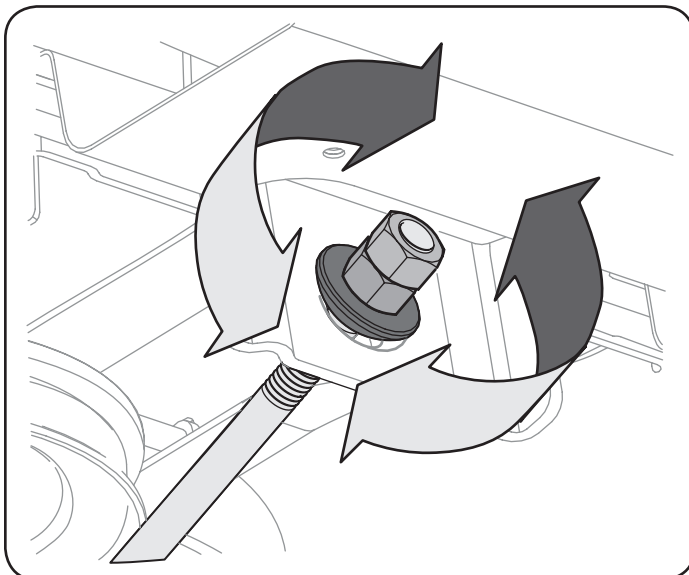

Figura 22
4. Para elevar el frente de la plataforma, afloje la tuerca exterior y apriete (rosca hacia adentro) la tuerca contra el soporte de suspensión delantera. Consulte la Figura 22. Cuando se logra el ajuste correcto, vuelva a apretar la tuerca externa hasta 25-30 pies-libras.
5. Para bajar el frente de la plataforma, afloje la tuerca exterior y luego afloje (rosca hacia afuera) la tuerca, alejándola del soporte de suspensión delantera. Consulte la Figura 22. Cuando se logra el ajuste correcto, vuelva a apretar la tuerca externa.